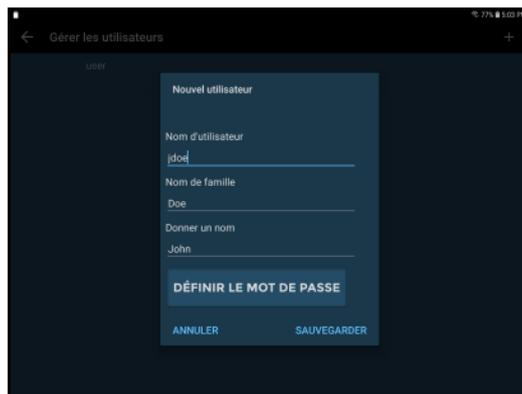

Fig 9.1 Ajouter un utilisateur
- Saisissez un nom utilisateur, un nom de famille, un prénom et, le cas échéant, le mot de passe (voir Fig 9.1).